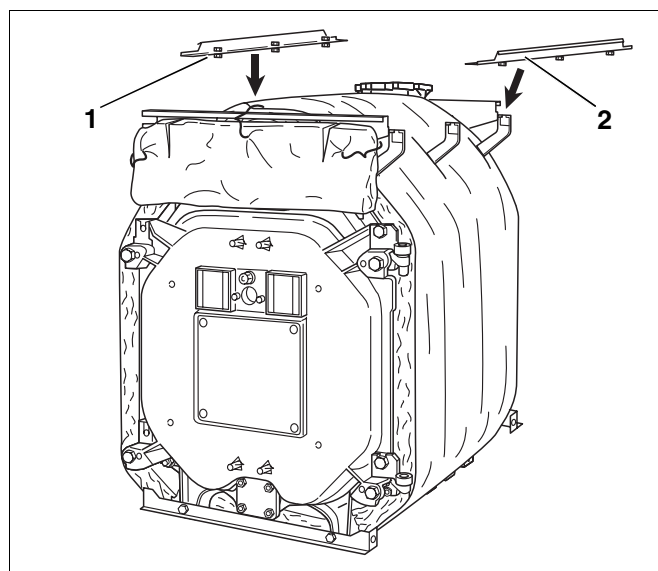

Fig. 44 Afsluttende montering af længdeskinne
- Skub længdeskinne (Fig. 44, **pos. 1 og 2**) med de formonterede skruer ind i konsollernes udsparinger, som allerede beskrevet, og skru længdeskinne sammen med udsparingerne.